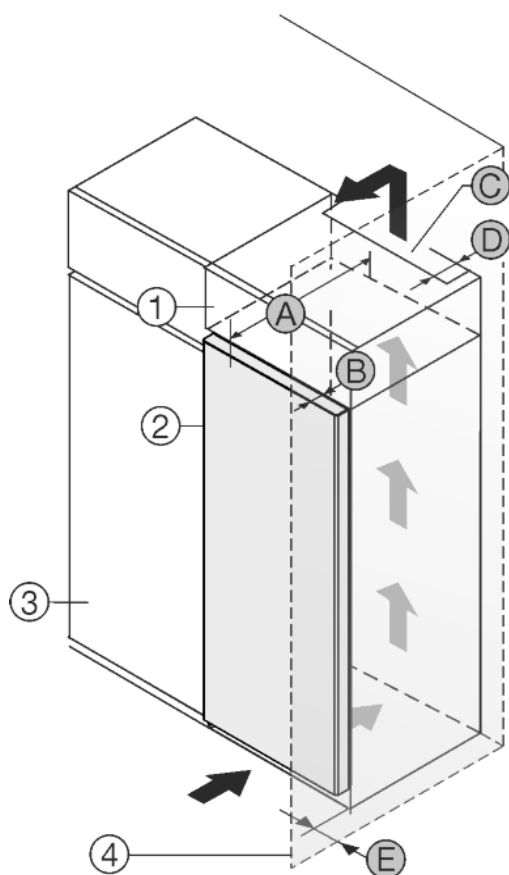

Fig. 1
Non collocare l'apparecchiatura accanto al mobile da cucina Fig. 1 (3).\*
Sul lato posteriore dell'armadietto sovrapponibile deve essere presente un vano di scarico dell'aria con la profondità Fig. 1 (D) che attraversa l'intera larghezza dell'armadietto sovrapponibile.
Sotto al soffitto deve essere presente la sezione di ventilazione Fig. 1 (C).
Se l'apparecchiatura con cerniere viene installata accanto ad una parete Fig. 1 (4), la distanza minima fra l'apparecchiatura e la parete deve essere almeno di 40 mm, che corrisponde alla sporgenza della maniglia a porta aperta.